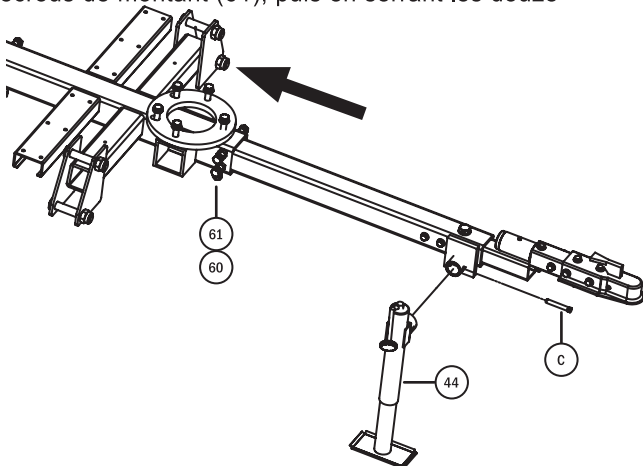

Fig. 7
Étape 10 : Réglez la position de la base du châssis du stabilisateur et installez le cric pivotant. Déplacez la base du châssis du stabilisateur (41) jusqu'à ce qu'elle entre en contact avec le châssis de la remorque, comme indiqué sur la **fig. 7**. Fixez-le solidement en place en desserrant d'abord les douze écrous de montant (61), puis en serrant les douze
boulons de serrage (60) entre 136 et 163 Nm (100 et 120 pi-lb), et en bloquant les boulons en place en serrant les douze écrous de montant (61). Ensuite, avec une personne poussant vers le bas sur l'arrière du châssis de la remorque, soulevez la barre de remorquage et installez le cric pivotant (44) en position et verrouillez-le en place à l'aide de la chape du cric pivotant (C sur la **fig. 7**).